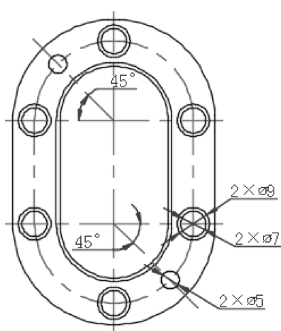

图 14-6 齿轮泵前盖主视图
(6) 绘制螺栓孔和销孔。单击“默认”选项卡“绘图”面板中的“圆”按钮，按图 14-6 所示尺寸分别绘制螺栓孔和销孔，完成齿轮泵前盖主视图的设计。